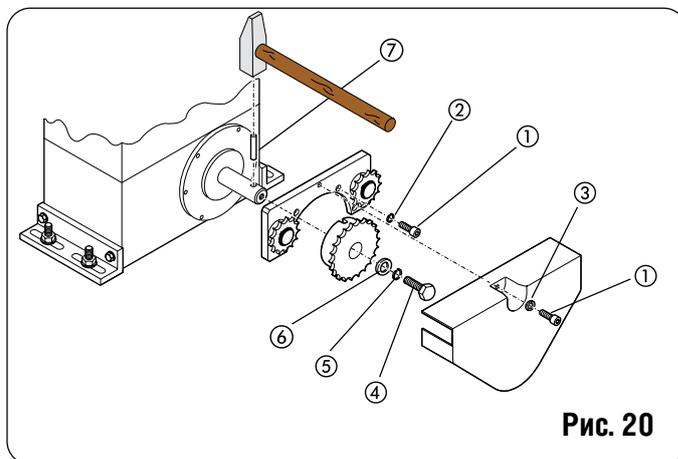
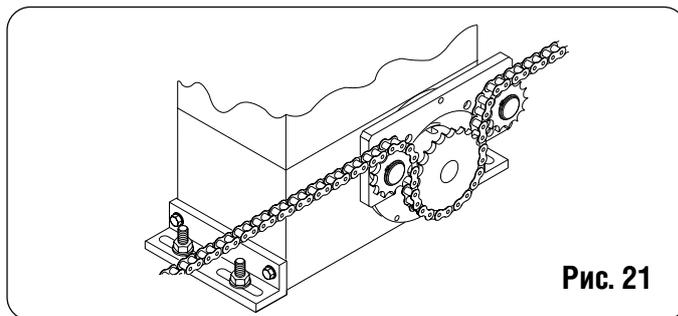

Рис. 20
Рис. 21
4.5.2. МОДЕЛЬ 844 ER RF (рис. 20 - 21)
2) Закрепить кронштейн холостых передач на двигателе четырьмя винтами © (M5 x 12) с шайбами © из комплекта, показанного на рис. 20.
4) Пропустить цепь, как показано на рис. 21, закрепить кожух винтом © с шайбой, как показано на рис. 20.